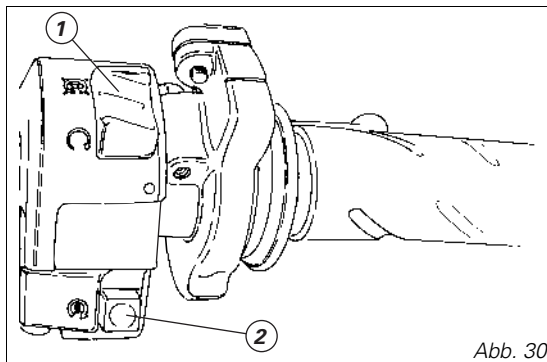

Abb. 30
3) Sicherstellen, dass sich der Stoppschalter (1, Abb. 30) auf  (RUN) befindet, dann den Startknopf (2, Abb. 30) drücken.